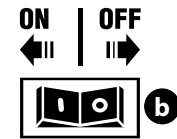

Figure 63
Pour activer les poignées chauffantes, placez l'interrupteur situé sur (a) ou à l'arrière (b) du tableau de commande à la position MARCHÉ (ON). Voir Figure 63. Placez l'interrupteur à la position ARRÊT (OFF) pour que les poignées ne chauffent plus.